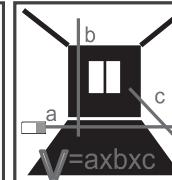

Fig. 10
- Mesure du volume : Figure 10.